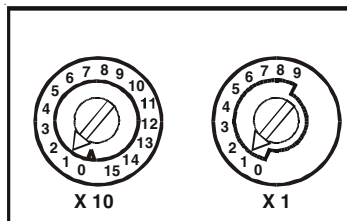

Abbildung 1: Drehschalter für die Adressierung
1. Ajuste la dirección del sensor (fig. 1) girando los selectores rotatorios en la parte inferior del sensor, seleccione un nº entre el 01 y 159. (Nota: El número de direcciones disponibles depende de la capacidad de la central, consulte la documentación de la central de incendios). Anote la dirección en la etiqueta de la base.
1. Stellen Sie die Melderadresse durch Drehen der beiden Drehschalter auf der Unterseite des Melders ein (siehe Abb.1). Wählen Sie eine Adresse zwischen 01 und 159. Notieren Sie die Adresse auf dem Aufkleber am Meldersockel. Beachten Sie die maximal mögliche Anzahl von Meldern die die Brandmelderzentrale unterstützt (siehe Bedienungsanleitung der Brandmelderzentrale).